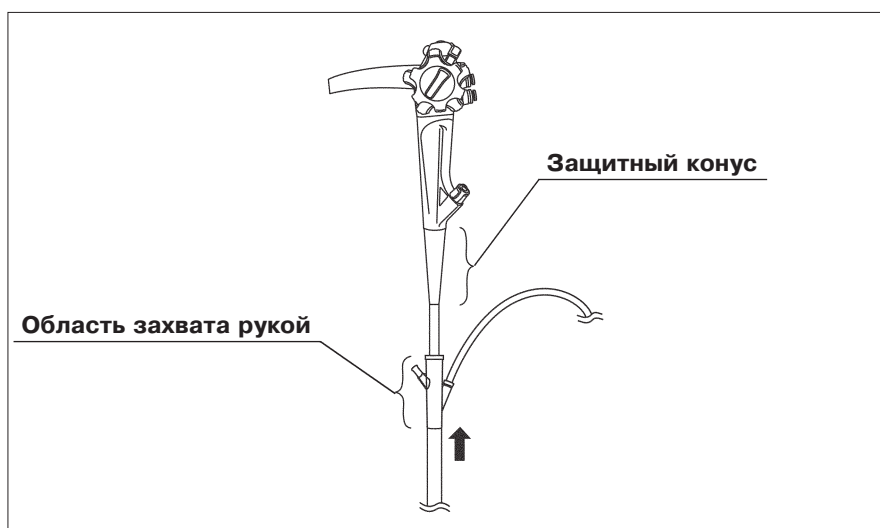

Рис. 3.20
6. Поверните коннектор кабеля видеоскопа по часовой стрелке до упора (см. рис. 3.20)
- Переместите шинирующую трубку одноразового использования к проксимальному концу вводимой трубки эндоскопа и установите область захвата рукой шинирующей трубки одноразового использования вплотную к защитному конусу эндоскопа (см. рис. 3.20).